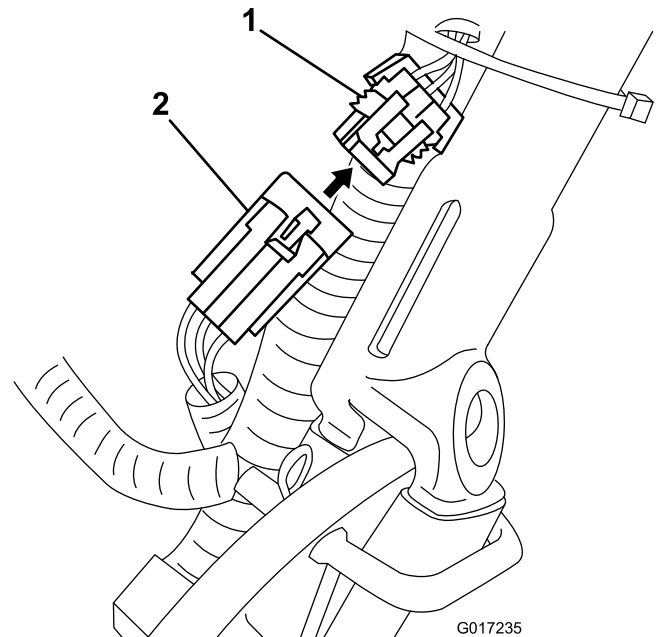

Figura 15
14. Pase el arnés de cables batería-máquina por debajo y por detrás del arnés principal en el lado izquierdo de la máquina y conecte el conector pequeño de 6 pines del arnés al conector correspondiente del arnés de cables principal, como se indica en la Figura 15.